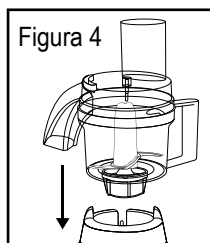

Figura 4
6. Coloque la base del accesorio en la base del motor de su licuadora Oster® (Figura 4). **NO OPERE LA UNIDAD A MENOS QUE EL ACCESORIO ESTÉ TOTALMENTE ENSAMBLADO Y CON SU TAPA TRABADA.**